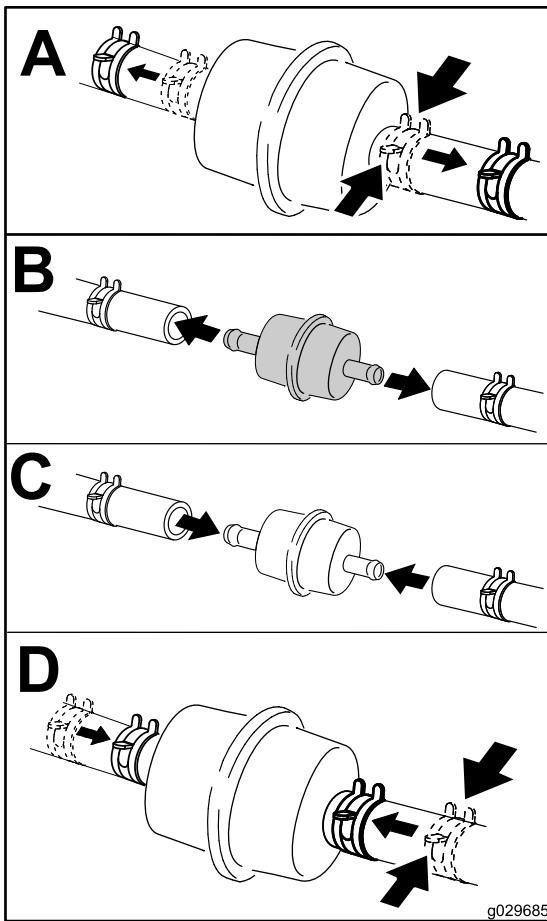

Figure 44
- Placez un bac de vidange propre sous le filtre à carburant et remplacez le filtre à carburant comme montré à la Figure 44.